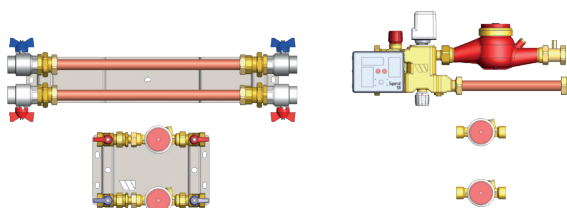

Figura 14
- Collegare le varie sezioni del Kit alle valvole a sfera posizionate sulla dima e frapponendo le apposite guarnizioni in fibra come illustrato in **Figura 14**.